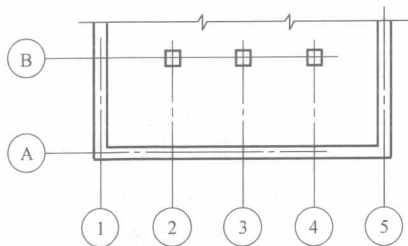

图 1-1 定位轴线的编号顺序
3) 平面图上定位轴线的编号，宜标注在图样的下方与左侧，横向编号应用阿拉伯数字，从左到右顺序编号，竖向编号应用大写拉丁字母，从下自上顺序编写，拉丁字母的 I、O、Z 不得用作轴线编号，如图 1-1 所示。